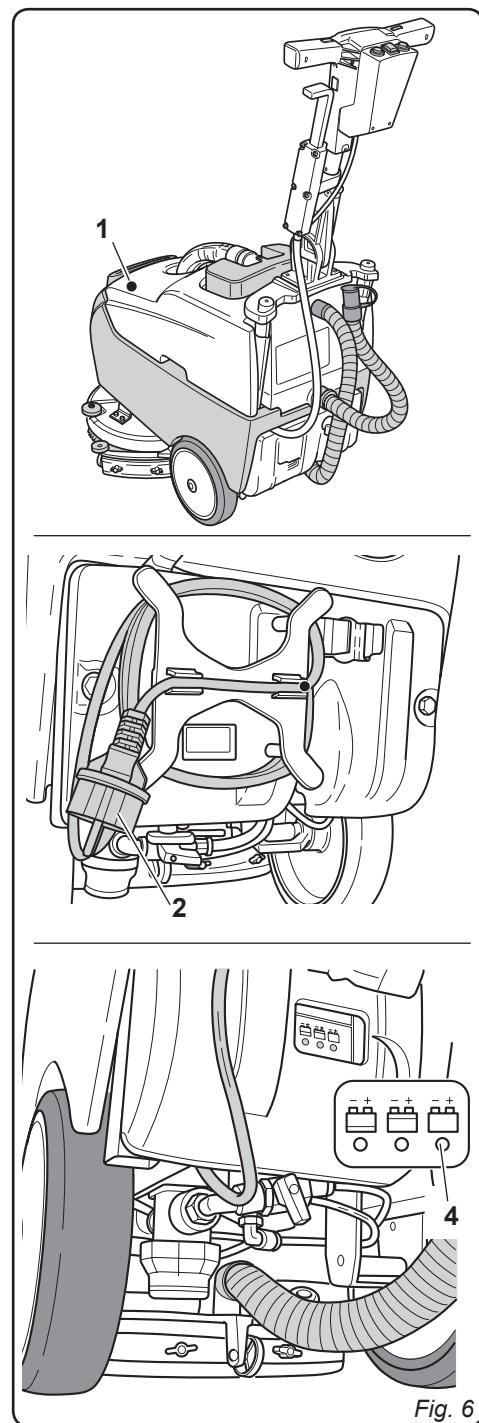

Fig. 6
- Posicione a escova (1) sobre o solo.
- Levante a máquina, a partir da parte anterior, com o auxílio do conjunto guidão (2) e remova o suporte em poliestireno (3).
- Coloque o flange de adaptação (4) sobre a escova (1).
- Pressione e coloque o botão (5) na posição “I”, em seguida, pressione as alavancas (6) a fim de iniciar a rotação da escova, até ouvir o “click” de engate, solte enfim as alavancas (6) e pressione novamente o botão (5) (posição “0”).
4.1 CARREGAMENTO DAS BATERIAS (Fig. 6)